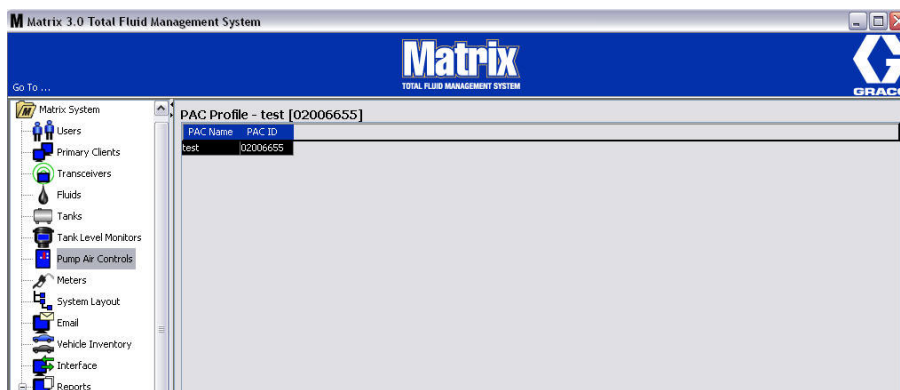

Рис. 116
6. На главном экране отобразится связанный регулятор пневматического насоса (Рис. 116).